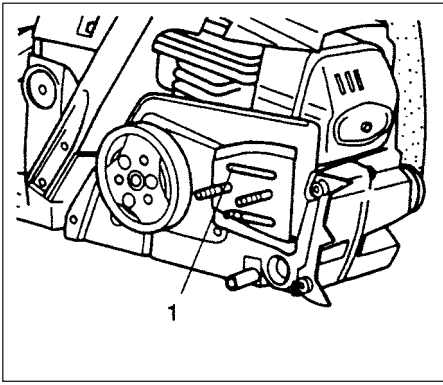

Рис.3-4
**Отверстие для маслёнки (Рис. 3-4)**